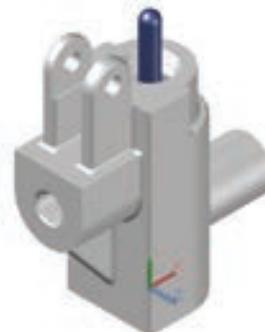

图 11-160 着色后的图形
7) 着色面：选择菜单栏中的“修改”→“实体编辑”→“着色面”命令，将视图中的面按照需要进行着色。着色后的图形如图11-160所示。